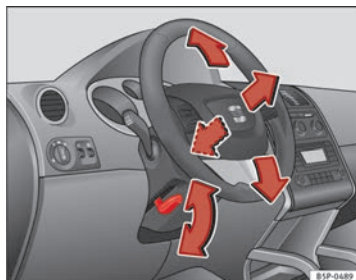

Abb. 132 Lenkradposition einstellen
- Schwenken Sie den Hebel  $\Rightarrow$  Abb. 132 unter der Lenksäule nach unten  $\Rightarrow \triangle$ .